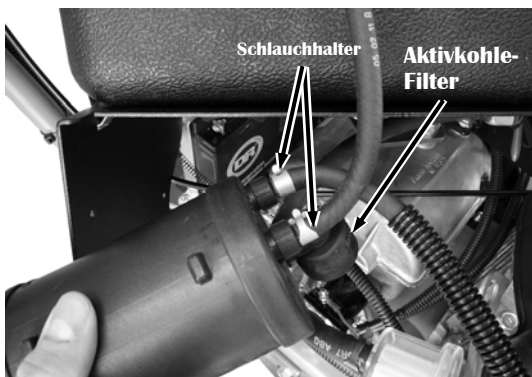

Abbildung 41
6. Positionieren Sie den Aktivkohle-Filter so, dass Sie die Schlauchhalter mit der Zange entfernen können (**Abbildung 41**).